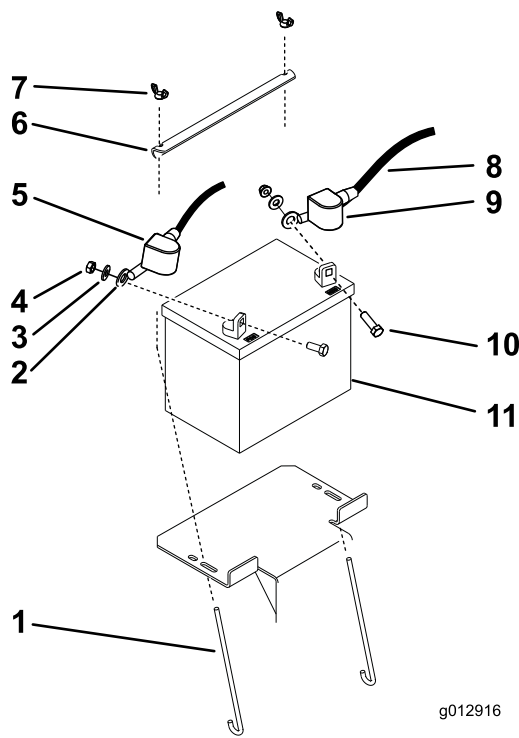

Figure 37
3. Enlevez le capuchon en caoutchouc noir qui protège le câble négatif. Débranchez le câble négatif de la batterie de la borne négative (-) de la batterie (Figure 37).
4. Enlevez le capuchon rouge de la borne positive (rouge) de la batterie. Débranchez ensuite le câble positif (rouge) de la batterie (Figure 37).
5. Déposez la plaque de maintien de la batterie (Figure 37) et enlevez la batterie.
1. Placez la batterie sur la machine (Figure 37).
3. Commencez par relier le câble positif (rouge) à la borne positive (+) de la batterie avec un écrou, une rondelle et un boulon (Figure 37). Glissez le capuchon de caoutchouc sur la borne de la batterie.
4. Reliez ensuite le câble négatif et le câble de masse à la borne négative (-) de la batterie avec un écrou, une rondelle et un boulon (Figure 37). Glissez le capuchon de caoutchouc sur la borne de la batterie.